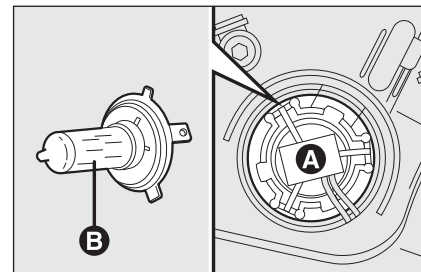

fig. 17
- apăsați pe conectorul electric central **A**-fig. 17 și defiletați grupul întreg;